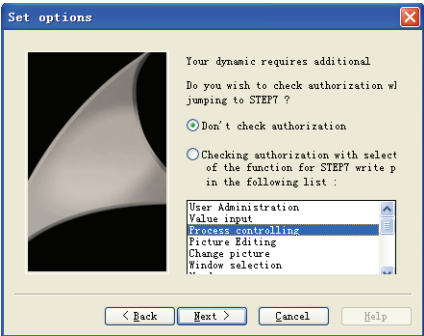

图 13-4 “授权等级设置”
- 5) 在下一个“Set options”对话框中，选择在跳转时是否检查 STEP 7 写入权限，如果要执行检查，还需要设置授权等级，如图 13-4 所示。